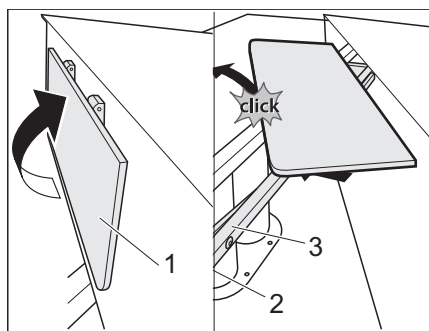

Fig. 118 Colocar el borde de apoyo
- Girar el borde de apoyo hacia arriba hasta que encaje en su lugar (Fig. 118,1).